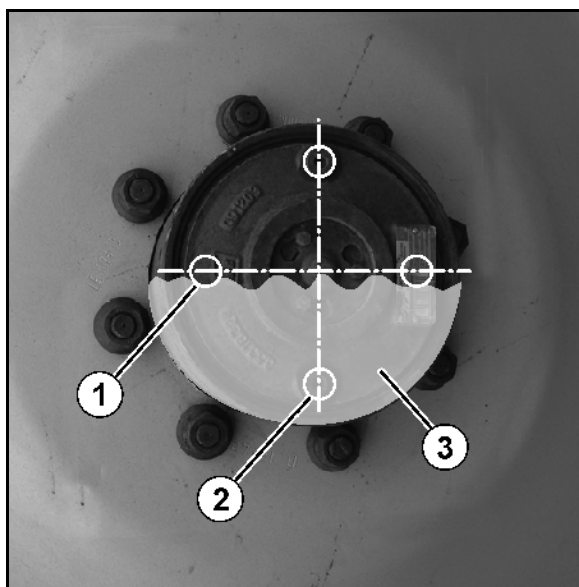

Рис. 156
4. Залейте масло до отверстия (Рис. 156/3) и снова ввинтите пробки.